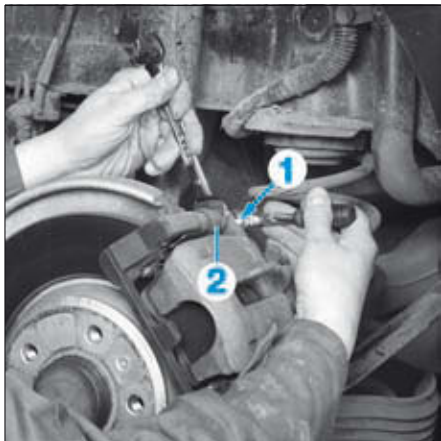

FIG. 9
- Déposer les vis (1) de fixation des étriers en faisant contre-appui sur les empreintes (2) des colonnettes (Fig.9).